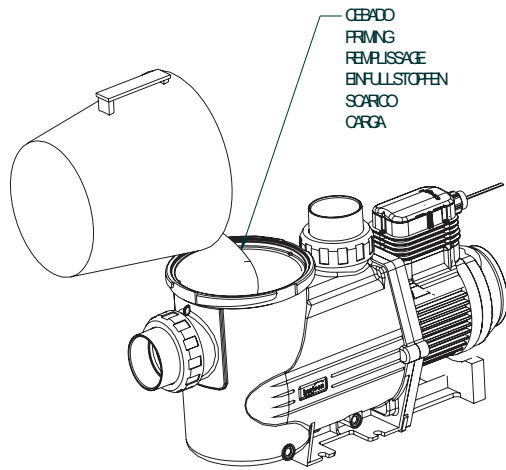

Abb. 4
- Soll eine selbst ansaugende Pumpe über der Wasseroberfläche montiert werden, darf der Höhenunterschied nicht mehr als 2 m betragen (Abb. 4). Achten Sie darauf, dass die Saugleitung so kurz wie möglich ist, da sich durch längere Leitungen die Ansaugzeiten verlängern und die Lastverluste der Anlage erhöhen würden.